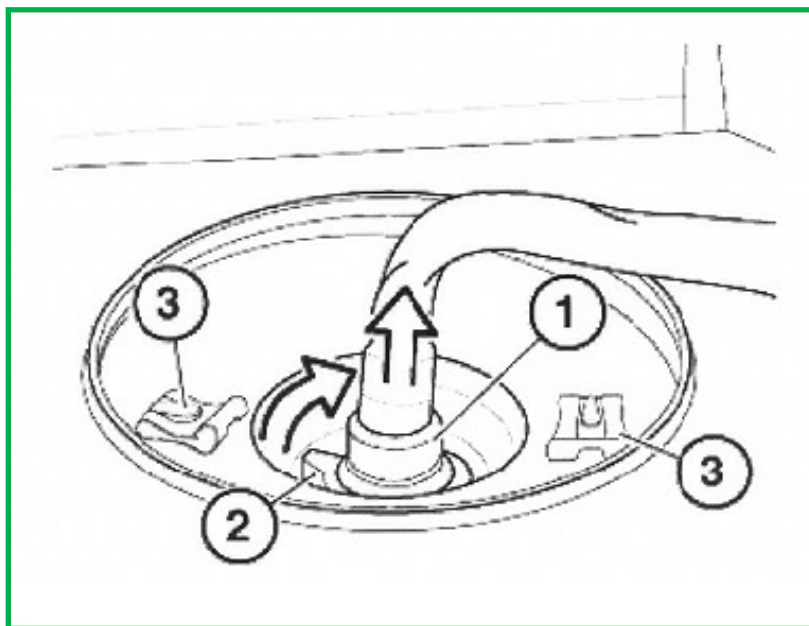

图4
6. 向下按压快速接头(1)，同时按压扣环(2)，然后断开空气管路，从顶部断开空气弹簧。拆下固定夹(3)。(图4)